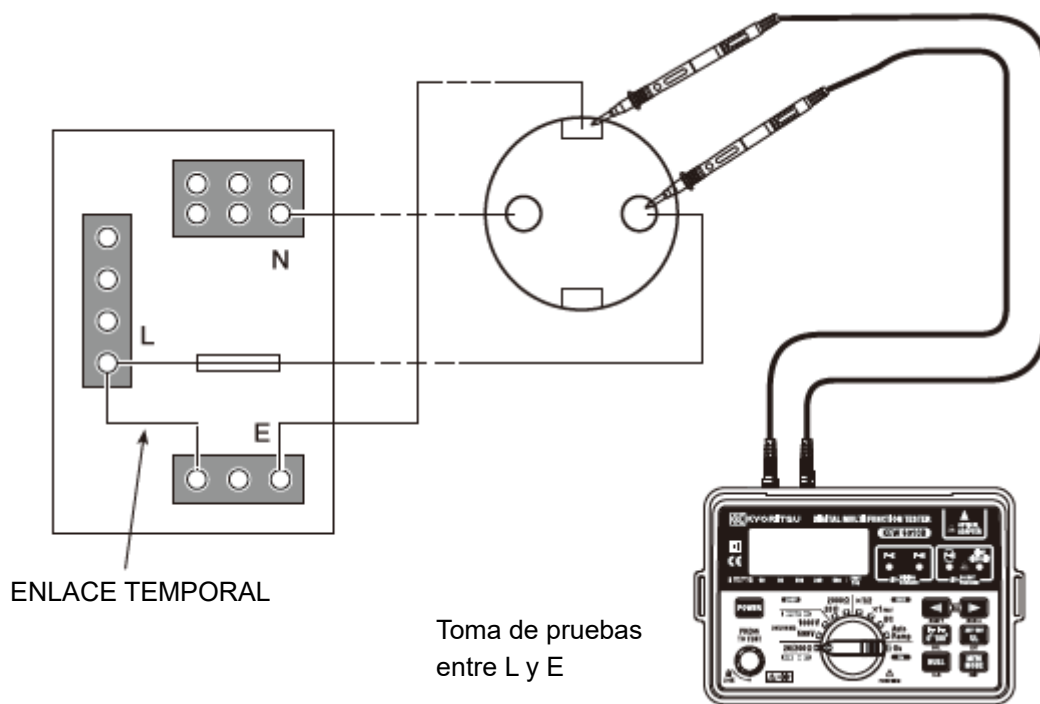

Fig. 3
5. Conecte los cables de prueba al circuito cuya resistencia es necesaria (consulte la Fig. 3 para obtener una conexión típica). Habiéndose asegurado primero **que el circuito no está activo**. Tenga en cuenta que el LED de advertencia del live circuit se iluminará si el circuito está activo - ¡pero compruebe primero de todos modos!